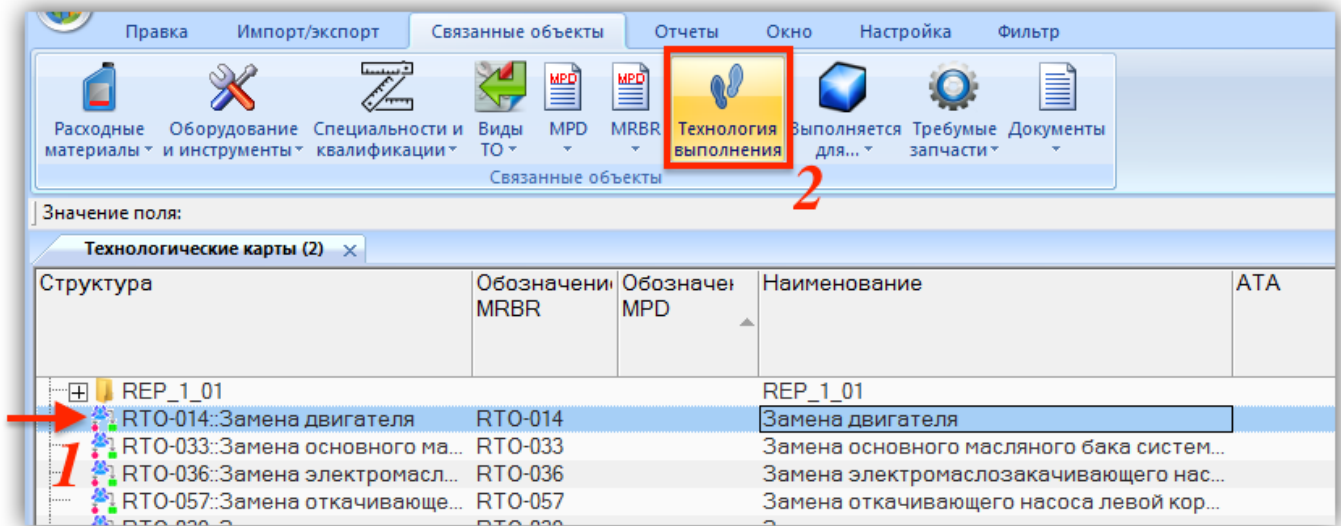

Рис. 17-62 – Вызов окна связанных объектов «Технология выполнения» для техкарты
2) Выделить техкарту в рабочем окне «Технологические карты» и нажать кнопку «Технология выполнения» панели «Связанные объекты» (рис. 17-62).